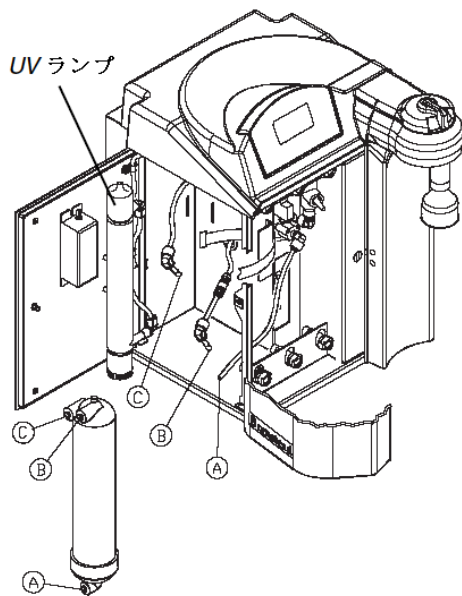

図7：12 L/H RO膜の取り付け
UVランプの取り付け（図7参照）
3. 図7を参照して、Feed (A)、Product (B) および Reject (C) とラベルされた3本の未接続チューブ（2本はエルボ付き、1本はエルボ無し）を確認します。“チューブ挿入式コネクターへのチューブ接続方法：図2”を参照して、Feed (A) チューブ末端より19 mm にマークします。
4. 最初にチューブ末端を水で濡らしてから、チューブをメンブレン・コネクターに確実に挿入して、Feed (A) 接続を行います。図7を参照願います。
6. 最初にチューブ末端を水で濡らしてから、チューブをメンブレン・コネクターに確実に挿入して、Product (B) および Reject (C) 接続を行います。図7を参照願います。